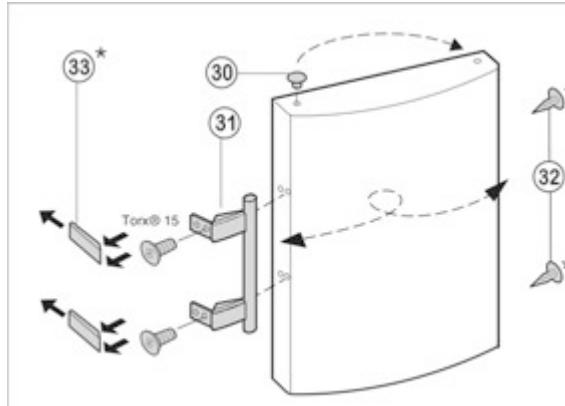

Fig. 8
- Витягніть пробки Fig. 8 (30) із втулок на дверцях і переставте їх.
- Зніміть ручки дверцят Fig. 8 (31), пробки Fig. 8 (32) та пластини Fig. 8 (33) і переставте на протилежний бік.